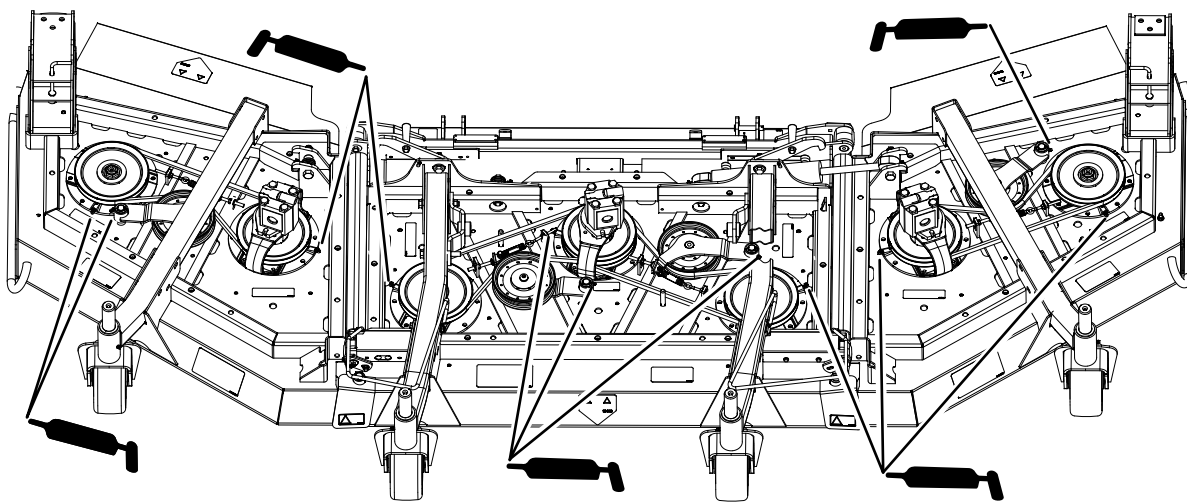

Figure 83
- 3 paliers d'axes de pivot (sous la poulie) (Figure 83)
- 2 bagues de pivot de bras de poulie de tension (Figure 83)